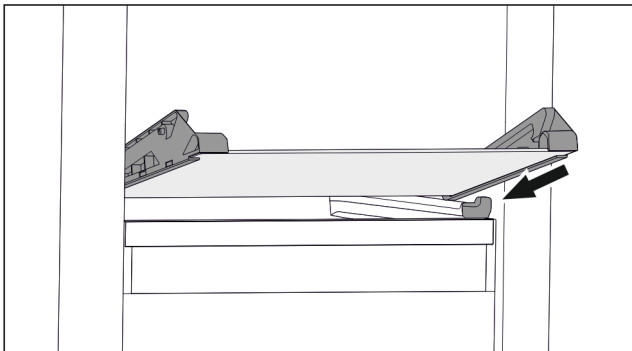

Fig. 71 Стъклена плоча на наклонящото се чекмедже
- ▶ Поставете стъклената плоча под ъгъл зад ограничителите. (виж Fig. 71)